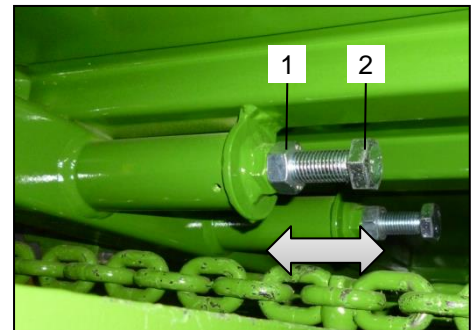

Bild 129: Spannvorrichtung
- Lösen Sie die Kontermuttern (Bild 129 / Pos.1).
- Unter Beachtung der Einstellanweisungen lässt sich durch verdrehen der Schrauben (Bild 129 / Pos.2) die Spannung der Transportbodenkette einstellen.
- Ziehen Sie die Kontermuttern (Bild 129 / Pos.1) wieder fest an.
- Lösen Sie die Schrauben (Bild 129 / Pos.2) soweit, bis die Umlenkräder bis zum Anschlag nach hinten geschoben werden können.
- Ziehen Sie die Kontermuttern (Bild 129 / Pos.1) fest an.